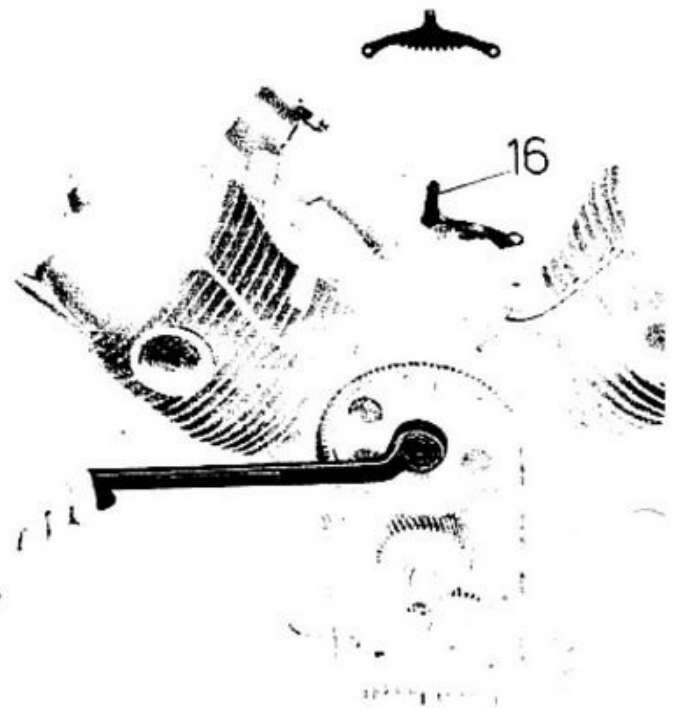

Fig. 11
- l'ingranaggio distribuzione a mezzo attrezzo n. 12911801 (16 di fig. 11) e chiave ad occhio, levare il dado che lo fissa all'albero camme;